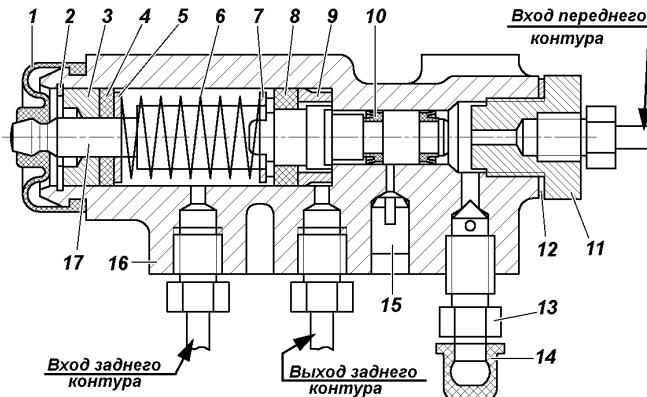

Рис. 9.32. Регулятор давления:
**Регулятор давления.** На автомобилях, не оснащенных антиблокировочной системой тормозов, устанавливается механический регулятор давления, действующий на задние тормоза (рис. 9.32), который обеспечивает оптимальное распределение тормозных сил по осям автомобиля и не допускает опережающую блокировку задних колес. При обслуживании проверяйте работоспособность регулятора давления. Очищайте регулятор от грязи и проверяйте надежность его крепления. Внешним осмотром убедитесь, что регулятор и детали его привода не имеют повреждений, отсутствуют подтекания тормозной жидкости и люфты в соединении стойки с упругим рычагом и кронштейном на заднем мосту.
При нажатии на педаль тормоза поршень 17 (рис. 9.32) регулятора давления должен выдвинуться из корпуса на 1,7 - 2,3 мм. Отсутствие хода поршня, а также его недостаточный или чрезмерный ход свидетельствует о неисправности регулятора или его привода.
3. Заверните болт 4 до соприкосновения его с хвостовиком поршня 17 (см. рис. 9.32) регулятора.